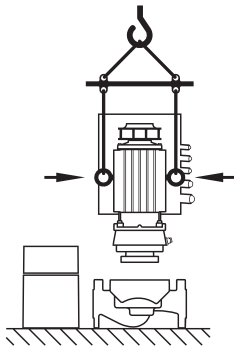

Fig. 9: Transport des Motors
- Falls erforderlich, z. B. im Reparaturfall, können die Transportösen vom Motorflansch zum Motorgehäuse versetzt werden (siehe z. B. Fig. 9). Vor Montage der Transportösen am Motorgehäuse die Abstandshalter aus den Öffnungen für die Transportösen (Fig. 7, Pos. 20b) herauserschrauben (siehe Kapitel 10.2.1 „Gleitringdichtung wechseln“ auf Seite 48).
- Werden oder sind die Transportösen vom Motorflansch versetzt und am Motorgehäuse montiert, so sind sie nur zum Tragen bzw. Transport des Einstecksatzes (Fig. 9) zugelassen, nicht aber zum Transport der ganzen Pumpe sowie nicht zum Trennen des Einstecksatzes vom Pumpengehäuse.